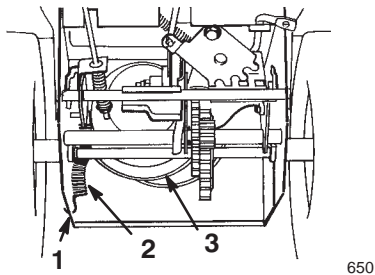

Figure 27
9. Décrochez le ressort de l'encoche du bord inférieur du panneau latéral (Fig. 27).
15. Raccrochez le ressort dans l'encoche du bord inférieur du panneau latéral (Fig. 27).